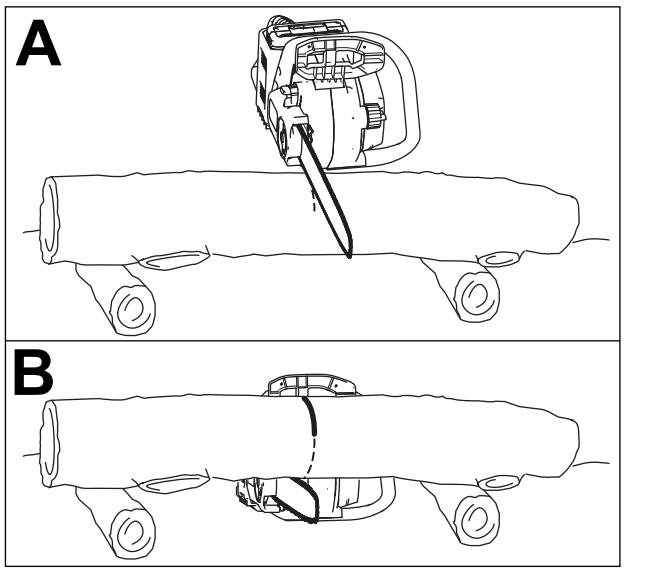

Figure 20
- Si vous sciez les branches d'un arbre abattu ou que vous tronçonnez des billes, soutenez la bille au-dessus du sol (de préférence sur un chevalet); voir Figure 20.